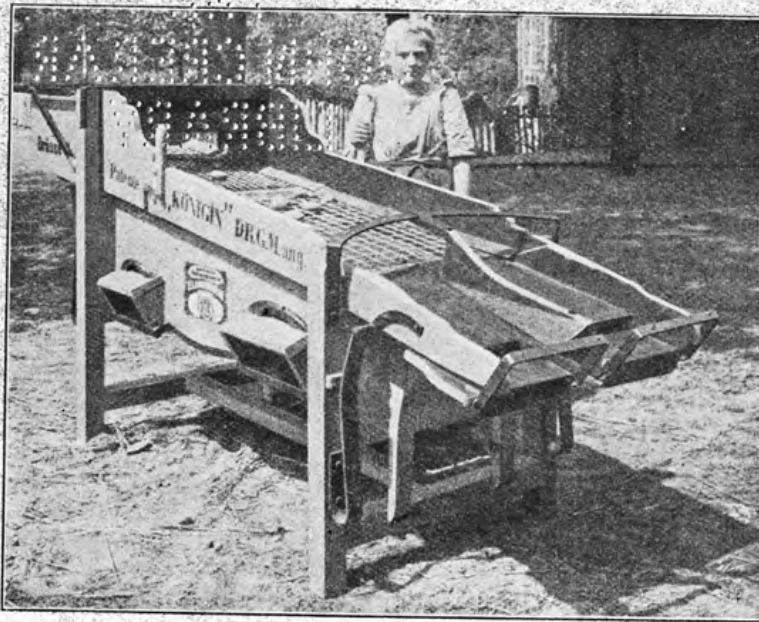

Fig. 243 Lauenstein's Kartoffel-Sortier-, Reinigungs- und Auslesemaschine „Königin“. — Text auf Seite 241.
3. Die Kartoffel-Sortier-, Reinigungs- und Auslesemaschine „Königin“ von H. L. Lauenstein in Barmstedt, Post Bekendorf, Kreis Lauenburg (Provinz Hannover). Die Lauensteinsche Maschine, welche ebenfalls durch D. N. G. M. geschützt ist, ist in Fig. 243 dargestellt.